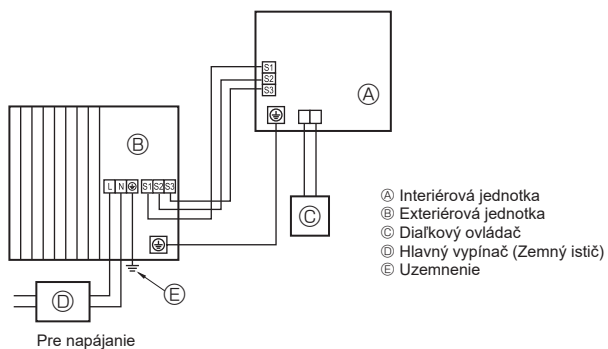
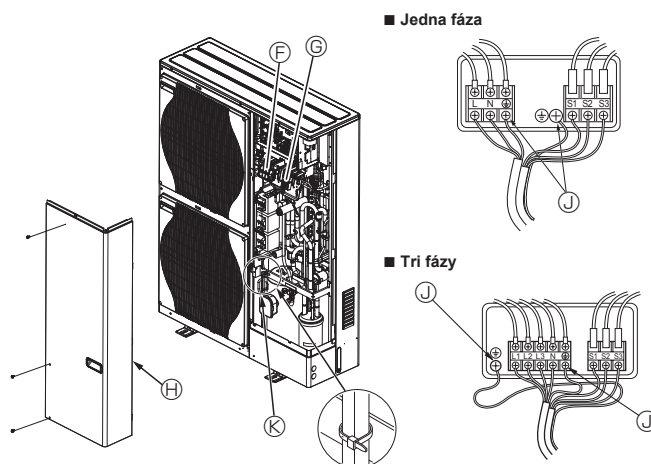

Fig. 5-1
Fig. 5-2
### 5.1. Exteriérová jednotka (Fig. 5-1, Fig. 5-2)
- ① Zložte servisný panel.
- ② Zapojte káble podľa Fig. 5-1 a Fig. 5-2.